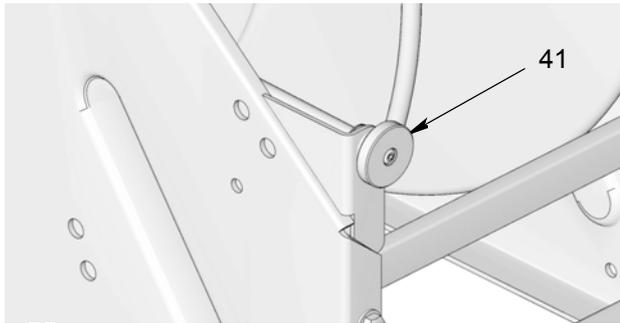

FIG. 26
Bremsknopf (41) (FIG. 26) zum Lösen oder Festziehen der Bremsspannung nach links oder rechts drehen.
- Knopf (41) nach recht drehen, um Bremsspannung zu erhöhen/festzuziehen.
- Knopf (41) nach links drehen, um Bremsspannung zu verringern/zu lösen.